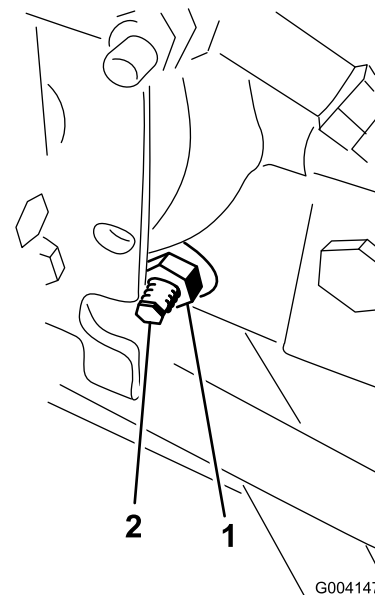

Bild 80
3. Lösen Sie rechts am Hydrostat die Sicherungsmutter an der Fahrtrieb-Einstellnocke (Bild 80).